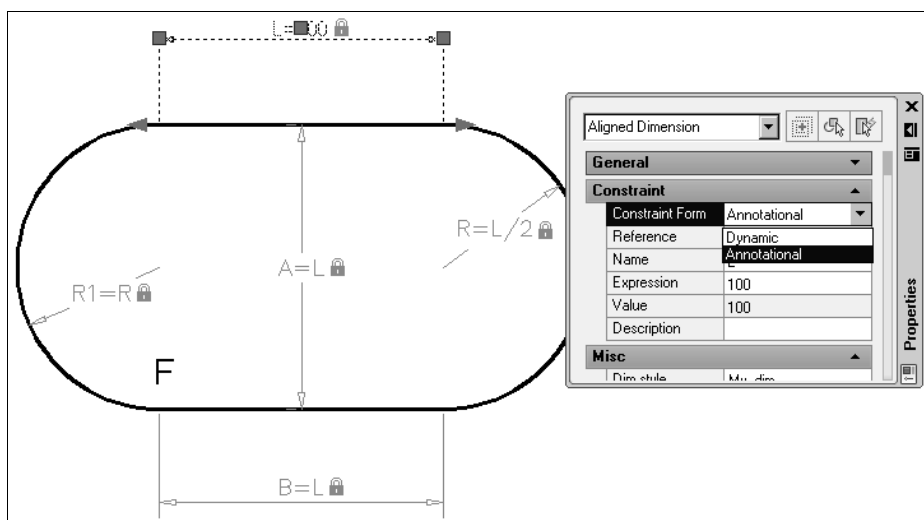

Рис. 8.19. Присвоение аннотативных свойств на палитре свойств объектов **Properties**
- Откройте в ней раскрывающийся список **Constraint Form** (Вид зависимости) и выберите из него **Annotational** (Аннотационная) (рис. 8.19).